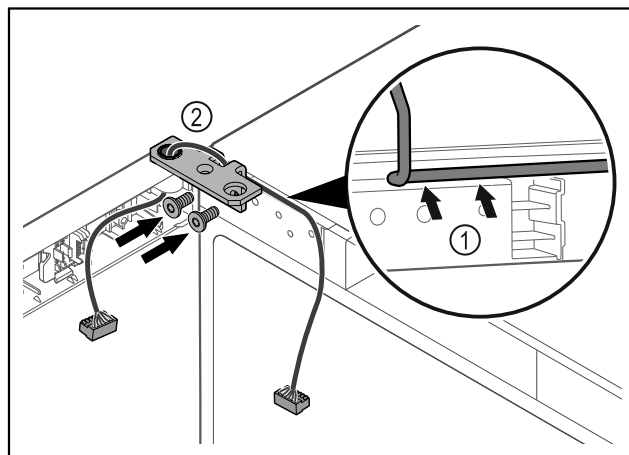

Fig. 39
- ▶ Poprowadzić kabel przez wgłębienie w zawiasie i ostrożnie go ułożyć Fig. 39 (1).
- ▶ Przykręcić zawias Fig. 39 (2).